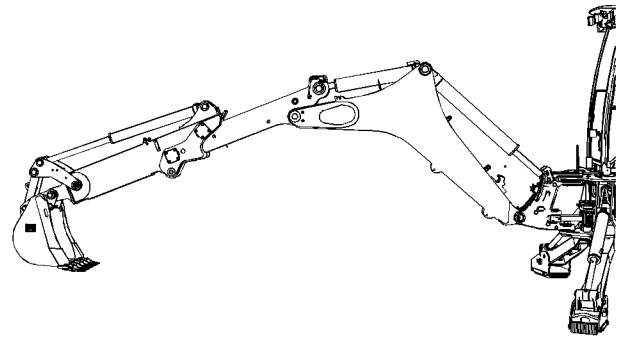

Ilustración 253
1. Coloque la máquina. Consulte la ilustración 253 .